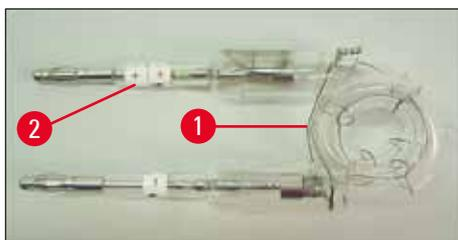
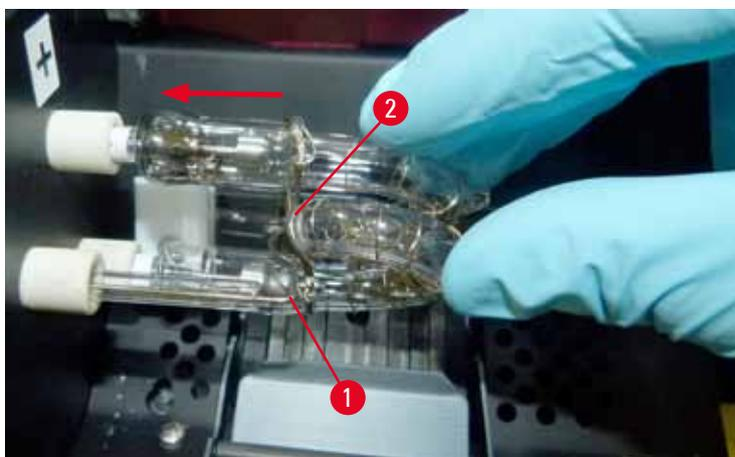

Fig. 21
Fig. 23
- Introduire la lampe flash neuve (→ "Fig. 21") dans le socle (→ "Fig. 20-3") ; puis l'enfoncer avec précaution jusqu'à la butée (→ "Fig. 23") (le repère de polarité (+) ne doit plus être visible). Effectuer de petits mouvements ascendants et descendants, toujours avec précaution, si nécessaire.